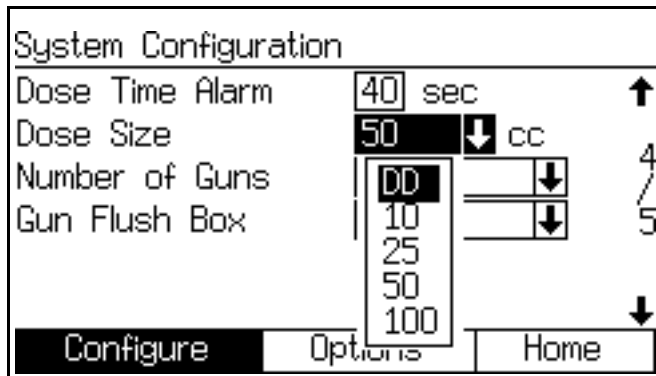

图 54. 配置屏幕 4，已选择动态分料
2. 导航到系统配置屏幕 4。在“剂量大小”下拉菜单中选择 DD。图 54。